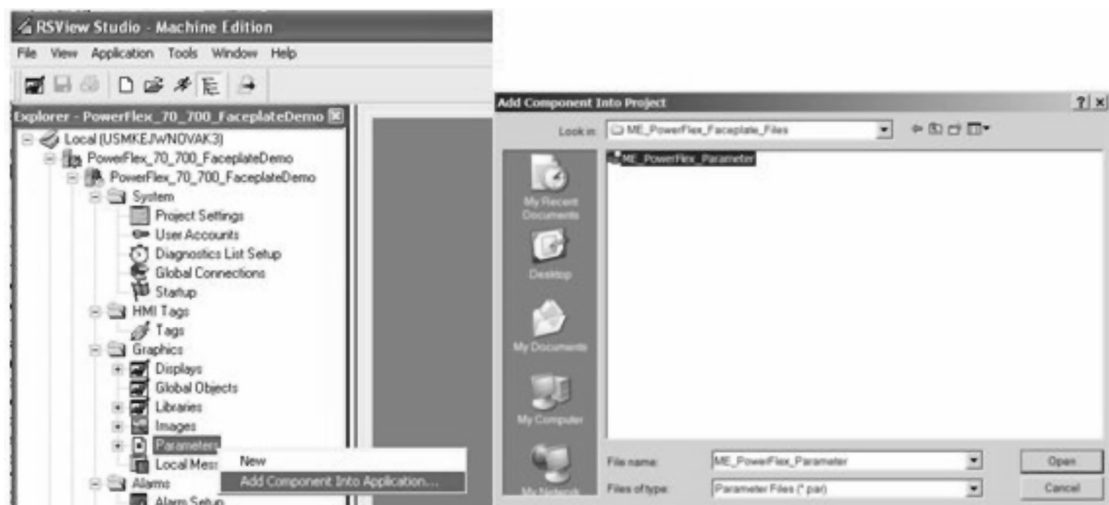

图 24-27 添加面板参数文件
2) 浏览至 ME_PowerFlex_Faceplate_Files 文件夹，然后选择 ME_PowerFlex_Parameter. par 文件，并单击“打开”（Open）按钮，如图 24-27 所示（通常，您可使用与要监视和控制的预定变频器相关联的名称重新命名该参数）。